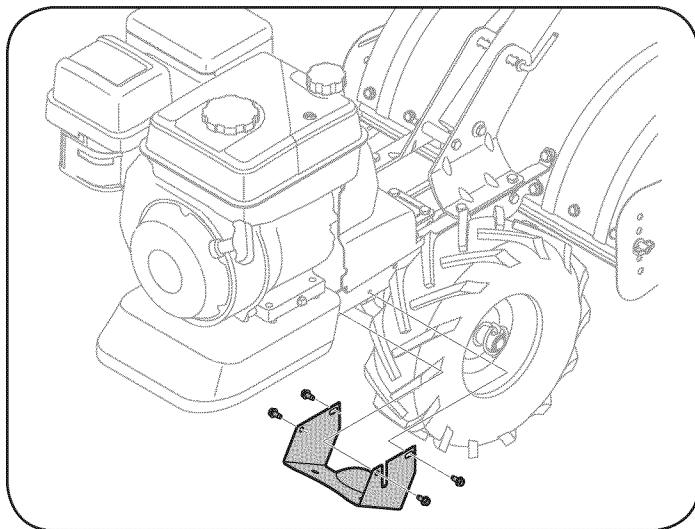

Figura 28
3. Saque los cuatro tornillos hexagonales autorroscantes de 1/4-20 que aseguran el protector de la polea al bastidor, retire el protector de la polea y póngalo en un lugar seguro hasta que lo vuelva a colocar. Vea la Figura 28.